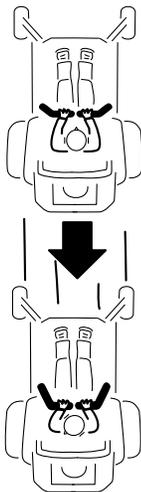

Figura 20
Para ir en línea recta, aplique la misma presión a ambas palancas de control de movimiento (Figura 20).
2. Para ir hacia atrás, mire hacia atrás y hacia abajo, y tire hacia atrás lentamente de las palancas de control de movimiento (Figura 20).